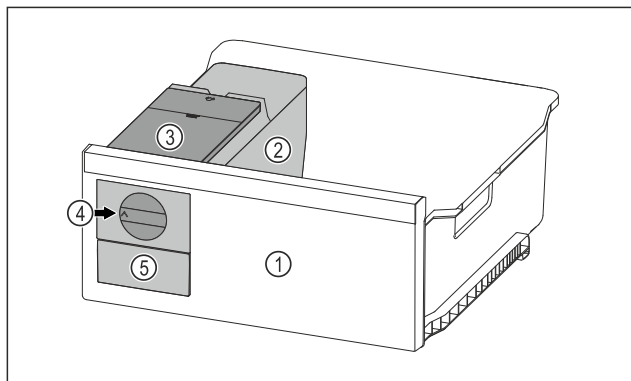

Fig. 120 Reprezentare exemplificatoare
- ▶ Rotiți butonul rotativ Fig. 120 (4) în sens orar până la opritor.
- ▶ Cuburi de gheață cad din tava pentru cuburi de gheață în sertarul pentru cuburi de gheață Fig. 120 (5). Dacă nu sunt extrase toate cuburile de gheață din tava pentru cuburi de gheață: